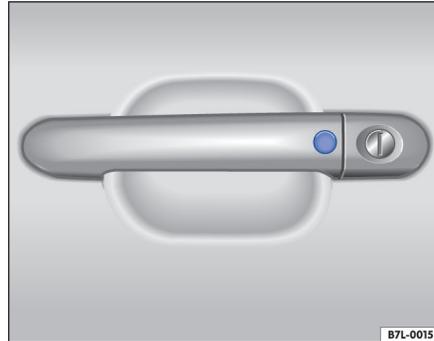

Fig. 25 Sistema de cierre y arranque Keyless Access: superficie sensora en la manilla de la puerta delantera.
- Empuñe la manilla de la puerta del conductor o del acompañante ⇒ fig. 25.
- Roce la superficie sensora de la manilla de la puerta ⇒ fig. 25 una vez. El vehículo se bloquea con el sistema de seguridad "safe" ⇒ página 48. La puerta cuya manilla se acciona debe estar cerrada.